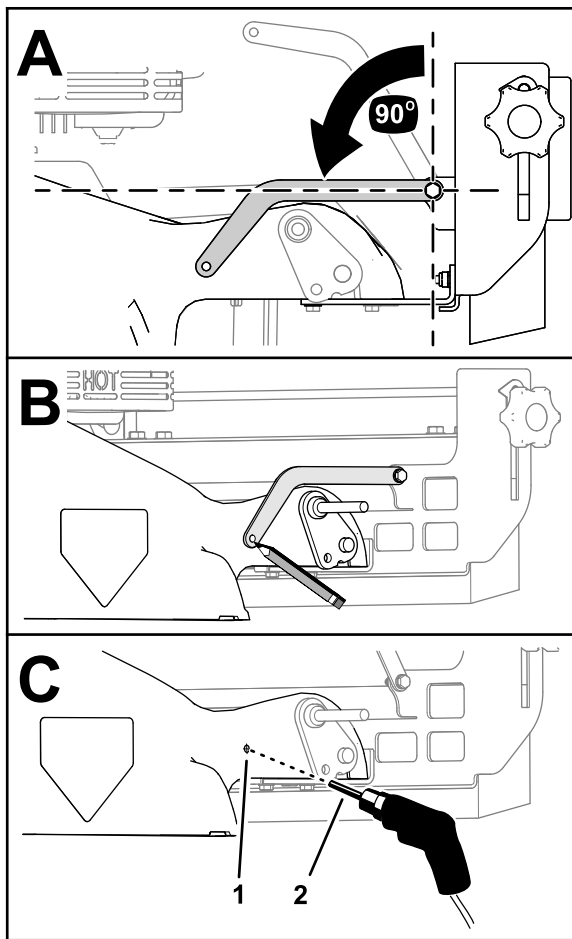

Рисунок 12
1. На правой стороне деки газонокосилки установите распорку щетки под углом 90° к креплению щетки (Рисунок 12).
2. Отметьте положение отверстия распорки щетки на деке (Рисунок 12).
4. Просверлите накерненную отметку с помощью сверла (6,5 мм), как показано на Рисунок 12.